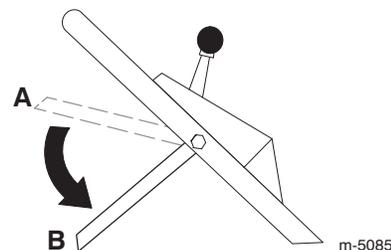

Bild 15
10. Lassen Sie den Schaltbügel los; siehe Stellung B in Bild 15. Jetzt müssen Sie einen lauten „Knall“ hören. Das Messer muss innerhalb von drei Sekunden zum Stillstand kommen.
2. Bewegen Sie den Schaltbügel in die niedrigste Stellung (**B** in Bild 15).